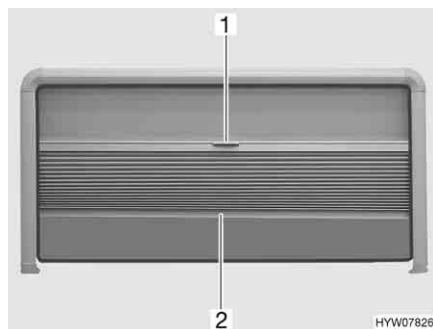

Fig. 30 Finestra apribile
- Chiusura:* ■ Afferrare la tendina oscurante pieghevole al centro dell'asta di chiusura (Fig. 30,2) e tirare delicatamente verso il basso.
- Apertura:* ■ Tenere la parte centrale dell'asta di chiusura (Fig. 30,2) della tendina oscurante pieghevole e spingere quest'ultima verso l'alto con cautela.
- Chiusura:* ■ Tirare la zanzariera a rullo verso il basso utilizzando la maniglia (Fig. 30,1).
- Apertura:* ■ Spingere la zanzariera a rullo completamente verso l'alto utilizzando la maniglia (Fig. 30,1).